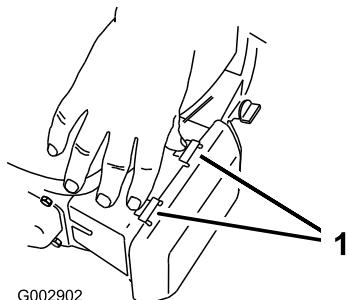

Figura 31
1. Presione hacia abajo los cierres de la parte superior de la tapa del limpiador de aire (Figura 31).